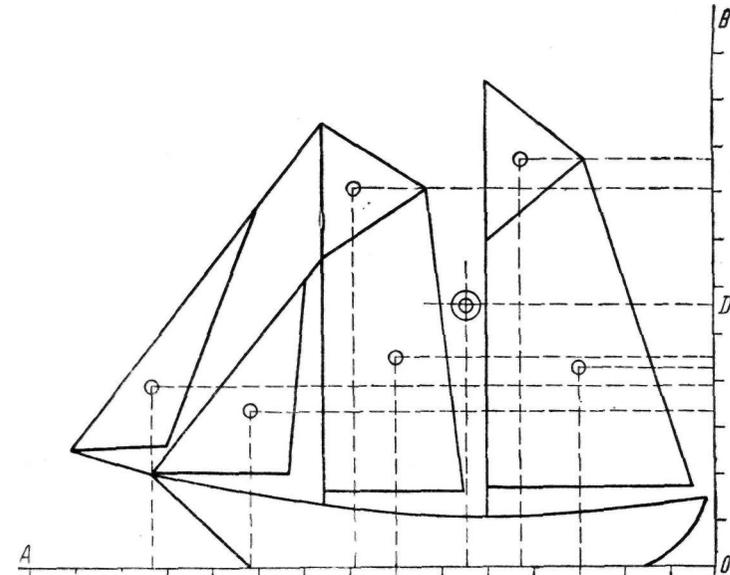

Рис. 75. Определение Ц. П. судна.
4. Чтобы определить положение центра парусности судна в целом, вычерчивают в произвольно взятом масштабе судно со всеми парусами (рис. 75). Проводят также произвольно горизонтальную ось AO и вертикальную ось BO . За горизонтальную ось обычно принимают действующую ватерлинию. Вертикальную ось удобнее проводить так, чтобы она не делила судно на две части, а располагалась с одной из сторон чертежа судна. Обе оси разбивают на части в том же масштабе, в каком вычерчено судно. Определив положение центра парусности каждого паруса способами, указанными выше, наносят их на чертеж. Затем составляют таблицу для вычисления по следующей форме: